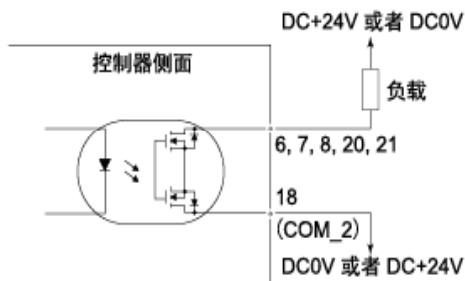

图23
设定参数 <P2> 为ON可允许使用图23的马达转速调节按钮（SPEED ↓, ↑）⑮ 在自动模式下调节马达转速。
此外，用户需要另行准备输出电路的电源。建议使用用于输入信号的同一个DC+24V电源。有关连接，请参考图23。